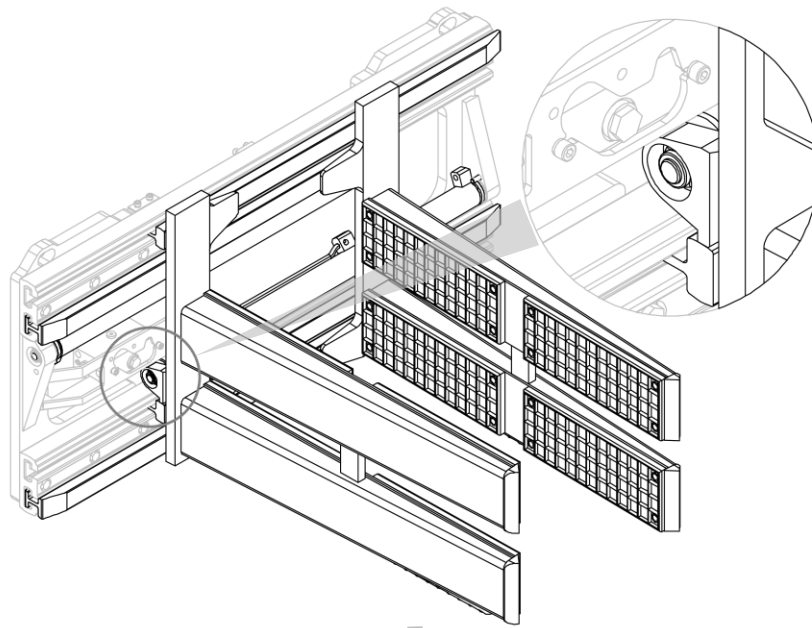
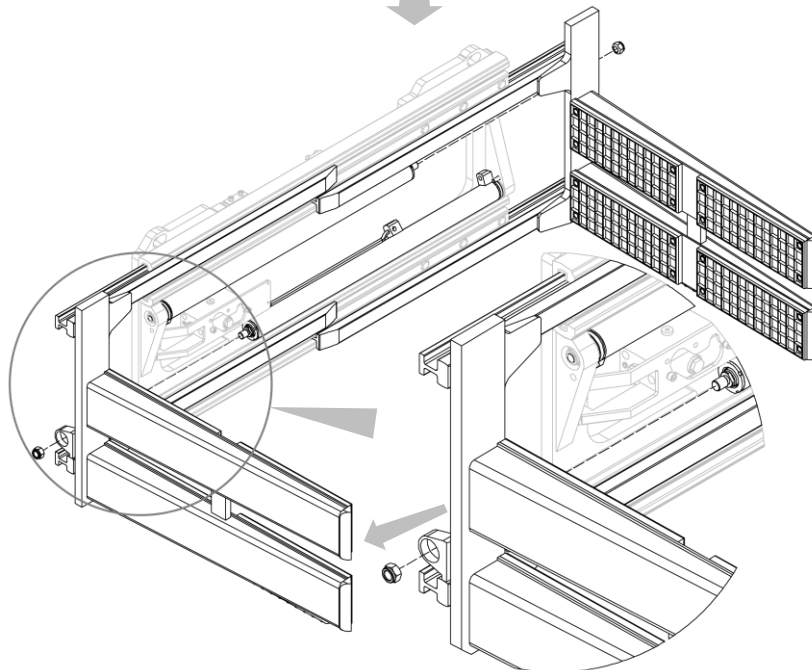

Figura 25
Figura 26
2. Rimuovere le forcelle con le ganasce dopo aver svitato i relativi dadi che le vincolano ai cilindri (vedi *Figura 25* e *Figura 26*).